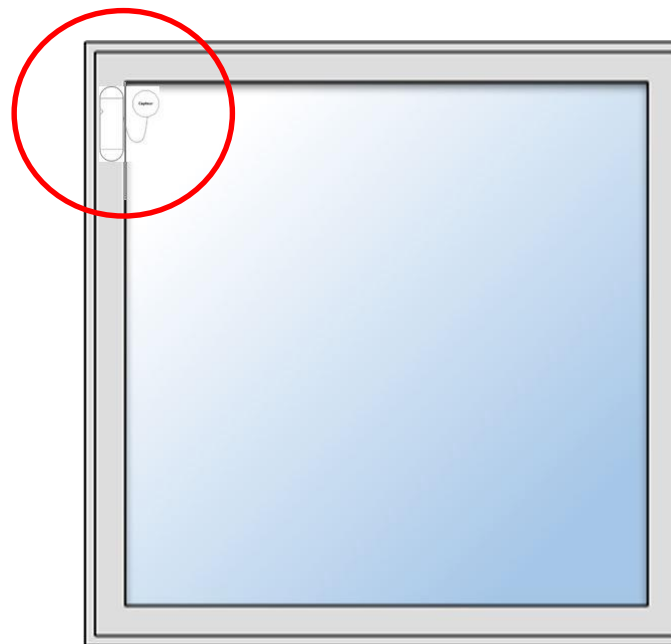

Figure 2. La pose
- Utilisez les adhésifs double face pour coller le capteur de choc et le transmetteur. Collez le capteur à l'angle de la vitre. Le transmetteur peut être collé sur la vitre ou sur le cadre de la vitre ou sur le mur (Fig. 2). Enlever le film rouge derrière le capteur pour le coller. Enlever le film rouge derrière le capteur pour le coller. Le transmetteur pourra être vissé ou collé (adhésifs fournis).